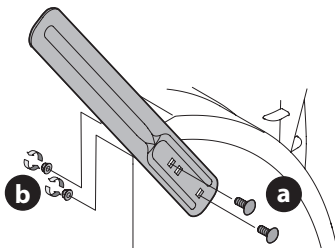

Figura 43
1. Extraiga los pernos de carro (a) y las tuercas de seguridad (b) que se envían con cada cortador de deriva (Figura 43).
2. Utilizando los pernos de carro y las tuercas de seguridad extraídos en el Paso 1, asegure los cortadores de deriva a la carcasa del barreno como se muestra en la Figura 43.